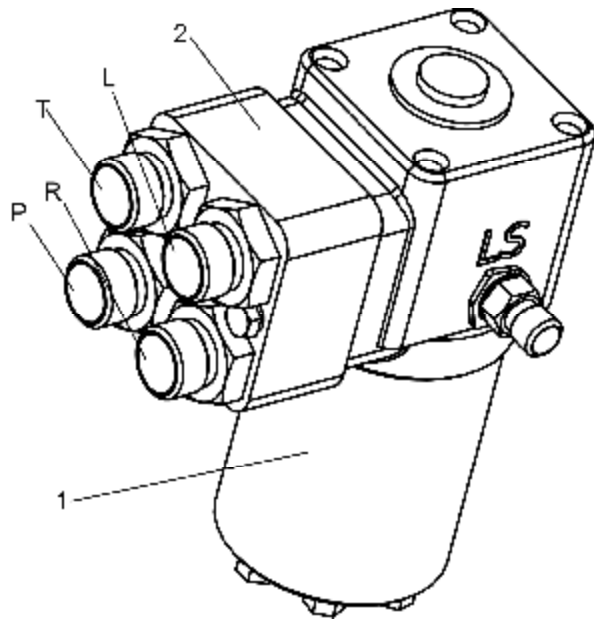

Рис. 7.8 – Насос-дозатор
В качестве гидроруля в рулевой колонке погрузчика установлен насос-дозатор OSPL 630LS соединенный с блоком клапанов OVP20 (Рис. 7.8), Danfoss, Дания.
**Насос-дозатор** (Рис. 7.8) состоит из поворотного гидрораспределителя и дозатора. Насос - дозатор посредством рулевой колонки соединен с рулевым колесом погрузчика.